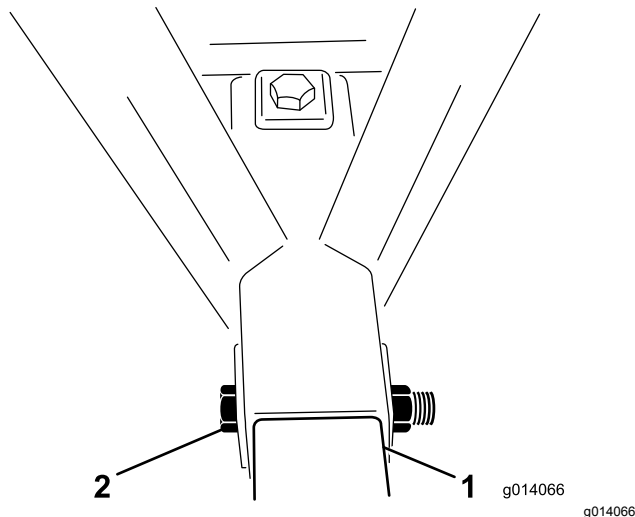

図 4
5. ボルト1 x 6½"1本を、フレームとヒッチチューブに通し、ロックナットで固定する図4。ロックナットを 976-1,193N・m 100-122 kg.m = 720- 880 ft-lb にトルク締めする。
6. ボルト1 x 6½"1本を、フレーム上部から下へヒッチチューブを貫通させてロックナットで固定する図4。ロックナットを 976-1,193N・m 100-122 kg.m = 720- 880 ft-lb にトルク締めする。